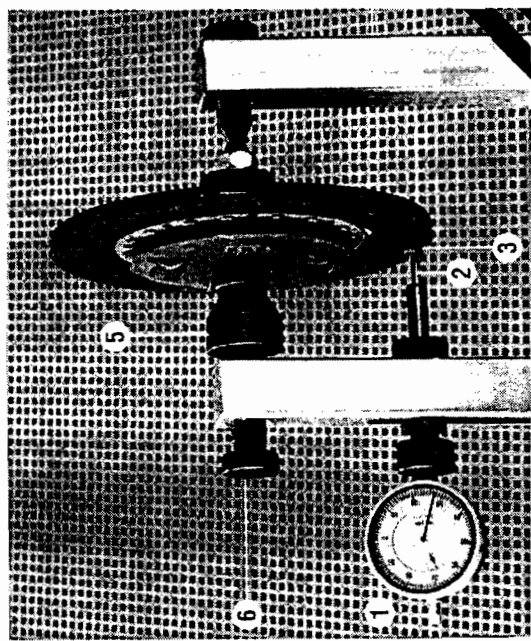

Рис. 3. Проверка биения рабочей поверхности ведомого диска.
3.2.2 Для контроля торцового биения поверхностей трения (накладок), диск установить с натягом на шлицевой вал (для исключения влияния зазоров в шлицах). Затем вал установить в центрах приспособления (рис. 3) и замерить биение у края диска. Биение должно быть не более $0,5-0,7$ мм.-у л/а, $0,8$ мм.-у гр/а. При большей величине зазора диск необходимо заменить.